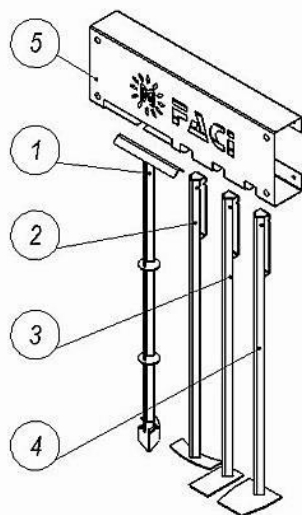

Рис.9
- е) Дымовой аспиратор (дымосос). (Рис.9).
Инвентарь (Рис. 9) является как дополнительной опцией. В базовой комплектации предусмотрен банник. Инструменты инвентаря разработаны для эффективной очистки элементов котла от сажи и нагара. Крепится инвентарь по усмотрению владельца.